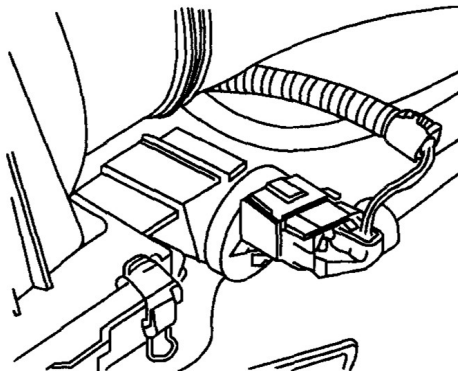

图 1-12 拔下活性炭罐电磁阀的电线插头
(12) 拔下活性炭罐电磁阀（ACF 阀）的电线插头，如图 1-12 所示。
(13) 拆下空气滤清器至节气门控制器之间的空气管路，拆下空气滤清器罩壳。
(14) 将抹布放在燃油管路 with 分配管的分离点处，然后小心地拔软管以卸压，并用抹布擦净流出的燃油。
(15) 松开节气门拉索。拔下通向活性炭罐电磁阀的真空管和通向制动系真空助力器的真空管。
(16) 拔下位于发动机底部通向暖风热交换器的冷却液管。